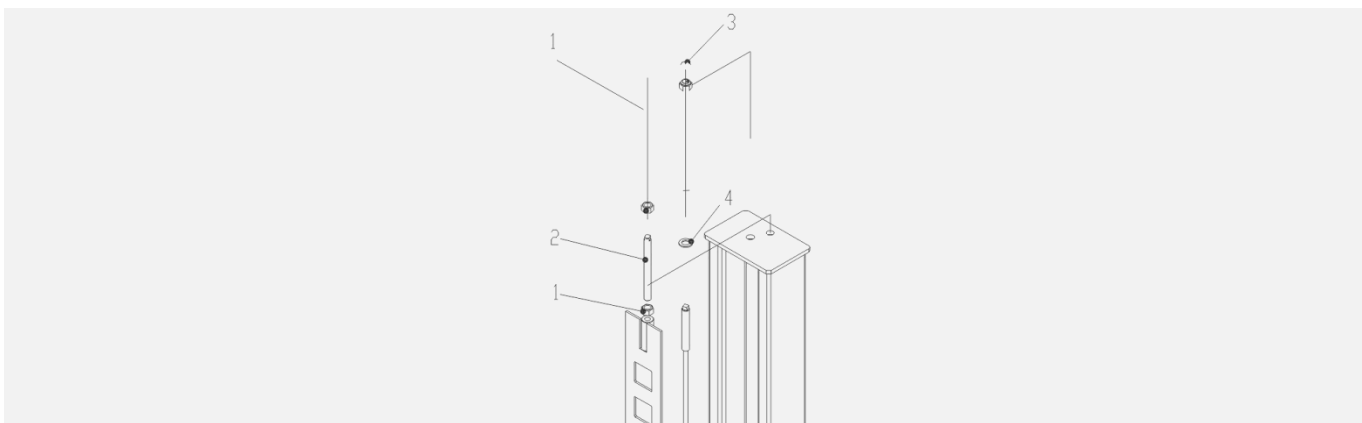

Рисунок 17
4. Установите гайку M20 (1/рисунок 17) на регулировочный стержень (2/рисунок 17).
6. Вставьте трос через отверстие вверху колонны и установите шайбу D.22 (4/рисунок 17) и гайку M22 (3/рисунок 17).